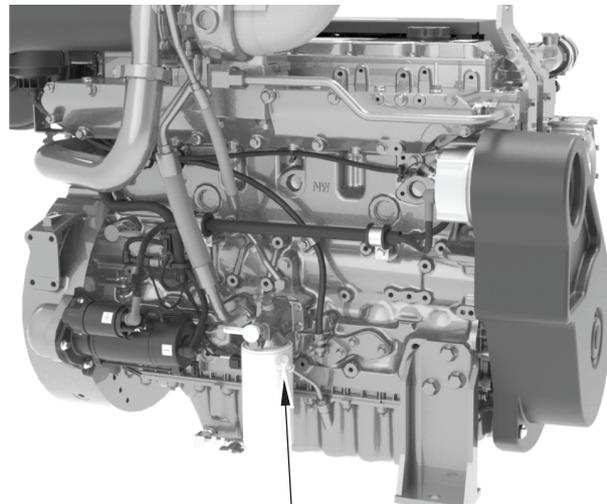

Abbildung 30
7. Füllen Sie die Ölwanne mit der richtigen Menge neuen Motorschmieröls. Warten Sie, bis das Öl in die Wanne geflossen ist. Nehmen Sie den Peilstab (Abbildung 30, Nummer 1) heraus und stellen Sie sicher, dass das Schmieröl bis zur Voll-Markierung geht. Füllen Sie höchstens bis zu dieser Voll-Markierung des Peilstabs auf. Stellen Sie sicher, dass der Peilstab richtig in das Peilstabrohr eingeführt ist.